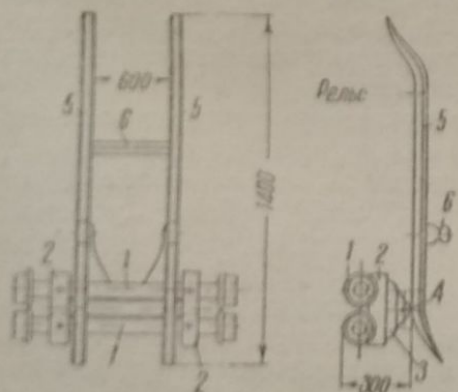

Рис. 1. Тележка для снмания ершей с лесорами
На рис. 1 показана тележка для выкатки нижних рябук перед сменой пил в лесораме. Тележка состоит из двух полускатов (1), связанных между собой двумя березовыми колодками (2). На этих колодках установлен в двух подшипниках (3) вал (4). К валу намертво прикреплены два изогнутых стержня (5), изготовленных из узкоколейных рельсов легкого типа. Поперечная стяжка (6) одновременно служит упором для выкатываемой рябухи и придает жесткость тележке. Ширина тележки соответ-